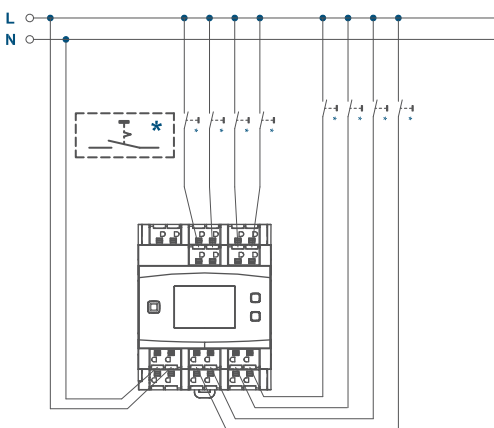

Abbildung 6
- Schließen Sie zur Versorgung des Jalousieaktors den Neutralleiter an die Klemme **K** und den Außenleiter an die Klemme **J** an („Abbildung 6“ auf Seite 8). Es können beliebige Außenleiter (L1, L2, L3) ange-
- Schließen Sie die externen Taster/Schalter wie folgt an die Anschlussklemme 1 bis 8 an (s. *Abbildung 6*):